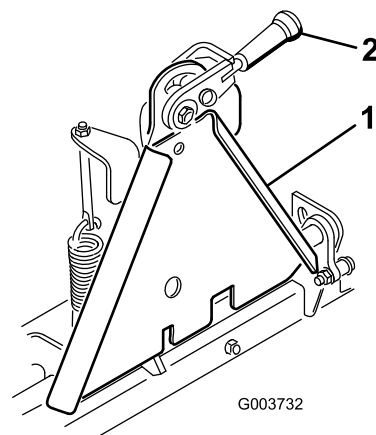

Figure 1
Remarque: Vérifiez que le levier de verrouillage (Figure 1) est bien pivoté à gauche (position déverrouillée), vu de l'avant de la machine.
5. Pivotez le levier de verrouillage vers la droite pour verrouiller les adaptateurs ensemble (Figure 1).